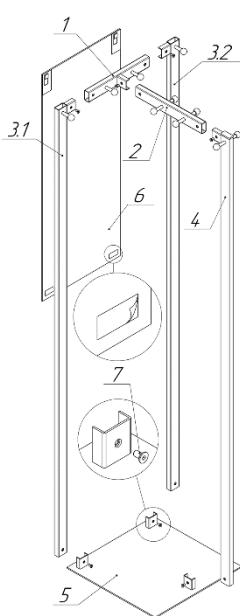
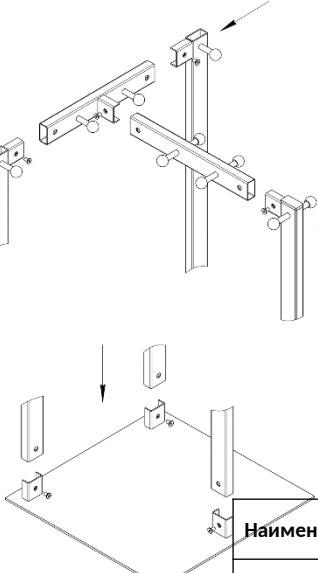

Рис.1.1
Рис.1.2
- Для сборки верхнего Т-образного элемента возьмите стяжку переднюю Т-образного элемента (1) (см. Рис.1.1), и вставьте в нее стяжку центральную Т-образного элемента (2) той стороной, где расстояние от края стяжки до первого крючка больше. **ВНИМАНИЕ!!! Если центральную стяжку вставить другой стороной (где расстояние от края стяжки до первого крючка меньше), сборка будет неверной. Крючки будут располагаться слишком близко друг к другу, воспользоваться ими будет невозможно или крайне неудобно!**
- Возьмите основание (5), положите кронштейнами вверх на ровную поверхность, насадите стойку правую (3.1) на кронштейны основания (5), наживите винтами M6x15, которые входит в комплект фурнитуры (7) (см. Рис1.2)
- Насадите стойку левую (3.2) на кронштейны основания (5), наживите винтами M6x15, которые входит в комплект фурнитуры (7) (см. Рис1.2)
- Возьмите заднюю стойку (4) и насадите их на кронштейны основания (5), наживите винтами M6x15, которые входит в комплект фурнитуры (7) (см. Рис1.2)
- Возьмите собранный Вами Т-образный элемент, разместите его между кронштейнами верхней части стоек вешалки, насадите его на кронштейны всех стоек в как показано на Рис.1.2, наживите винтом M6x15, который входит в комплект фурнитуры (7)
- Возьмите зеркало (6), снимите защитную пленку с двустороннего скотча (см.Рис.1.1), аккуратно вставьте зацепы на зеркале в стойки вешалки (3.1) и (3.2), опустите зеркало (6) на стойки, аккуратно прижмите (БЕЗ УСИЛИЯ) зеркало для плотной фиксации.